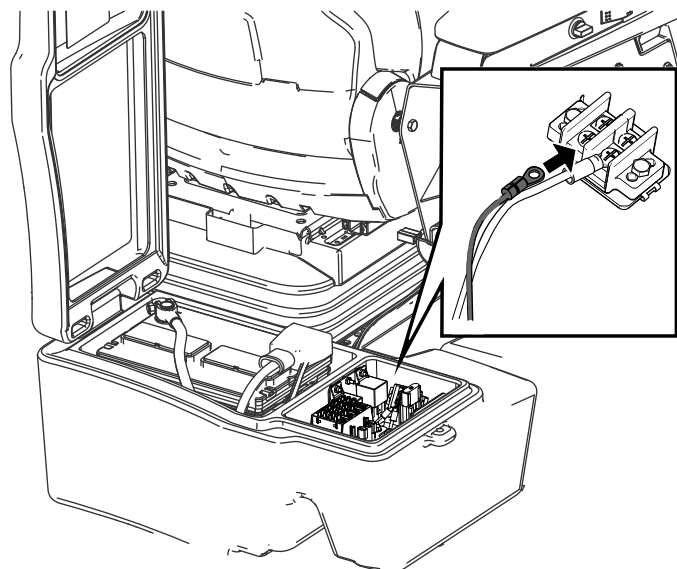

図 25
5. アイレット接続部を、図 25 のようにアース端子に取り付ける。